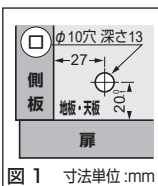

図1 寸法単位:mm
扉には①穴(図2)を、天板・地板には②穴(図1、2)を加工します。